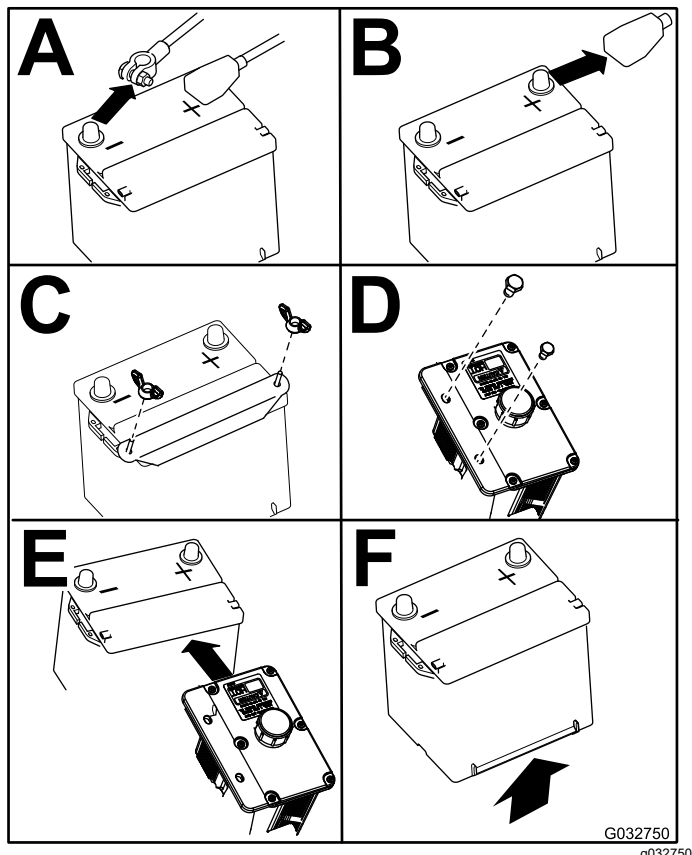

Figura 68
- Rimuovete la batteria come illustrato nella Figura 68.